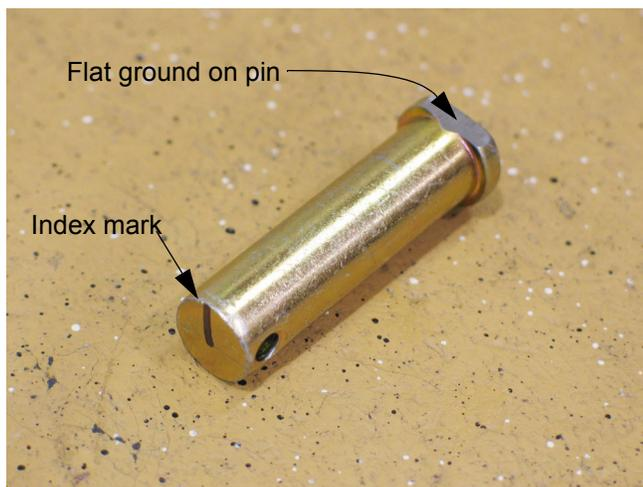

Figure 12.10
12.10. Installation notes: See Figure 12.10.